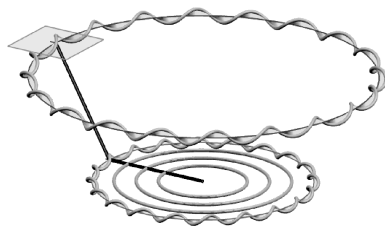

图 5-111 创建其余管道
- 11 同理，继续创建其余管道特征，结果如图 5-111 所示。